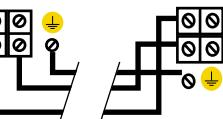

Fig. 7. Conexión sistema con un armario de baterías.
- Conectar la manguera de cables, por lo general suministrada, entre los bornes del sistema y los del armario o bancada de baterías, respetando el color de los cables (rojo para **(+)**, negro para **(-)** y verde-amarillo para el tierra de enlace ), así como la polaridad indicada en el etiquetado del equipo (ver Fig. 7).